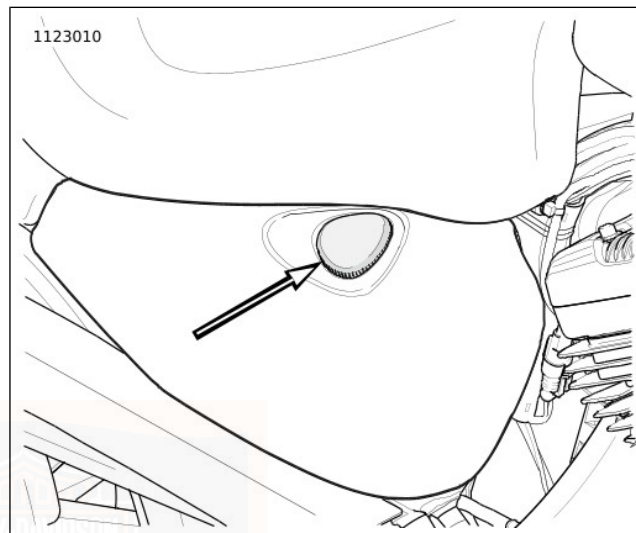

Figura 38. Posizione del tappo del rifornimento
2. Vedere Figura 38. Rimuovere dal serbatoio dell'olio il tappo del rifornimento.